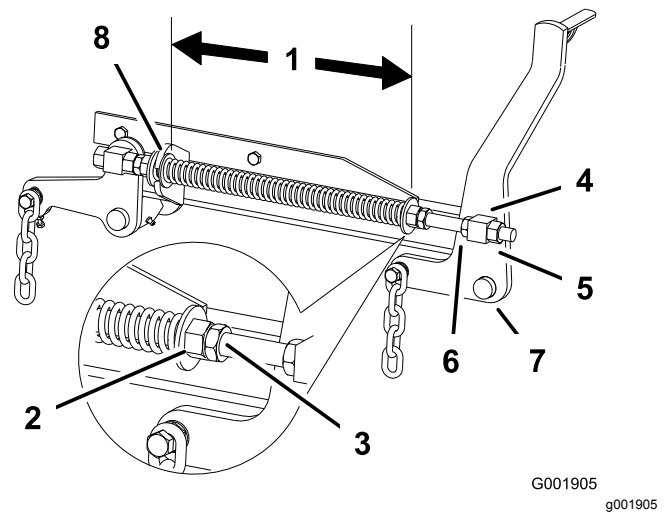

Figure 77
2. Vérifiez que les 2 grandes rondelles sont espacées de 29,2 cm (Figure 77).
3. Réglez cette distance en desserrant l'écrou de blocage du ressort et en tournant l'écrou devant chaque ressort (Figure 77). Tournez l'écrou dans le sens horaire pour raccourcir le ressort et dans le sens antihoraire pour l'allonger.
4. Bloquez l'écrou en position en serrant l'écrou de blocage du ressort (Figure 77).